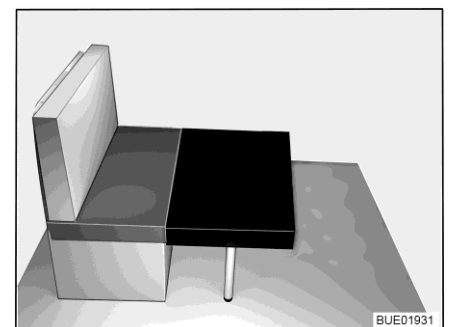

Bild 67 Nach dem Umbau
- Das Zusatzpolster vor dem Sitzpolster der Sitzbank auf den Tisch legen (siehe Bild 67).